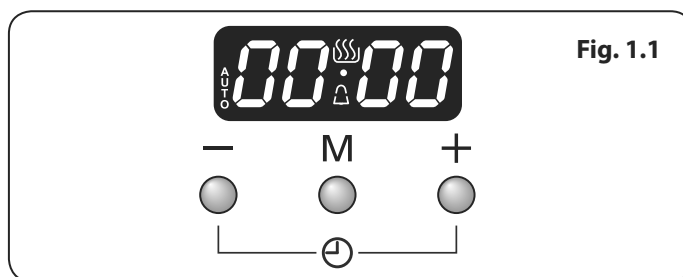

Fig. 1.1
1. L'horloge LCD est présentée en (**Fig. 1.1**). Une fois la cuisinière connectée et allumée, l'écran clignote (00.00) et l'heure débute à (00.00).